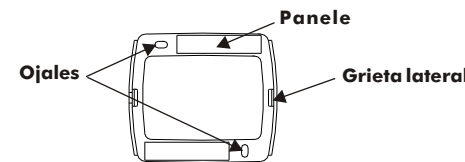

Fig. 2
Por la fijación al muro localizar una posición plana, posiblemente no metálica. Aplicar sobre el reverso del soporte los 2 biadesivos a dotación, en correspondencia de los 2 paneles (Fig. 2), remover la película de protección y fijar el radiocomando. En el caso de instalación mediante tacos, separar la tapa del soporte inferior haciendo palanca con un destornillador sobre la grieta lateral. Utilizar los 2 ojalos para localizar las 2 posiciones de pinchazo. Pinchar y posicionar los tacos (Ø 4 mm). Fijar el soporte inferior mediante las vides en dotación. Fijar sucesivamente la tapadera sobre el soporte mediante presión hasta el chasquido de los enganches.
- 1) remover la tapadera continent la ficha electrónica haciendo empleo de un destornillador y haciendo palanca dentro de la grieta lateral (Fig. 2).